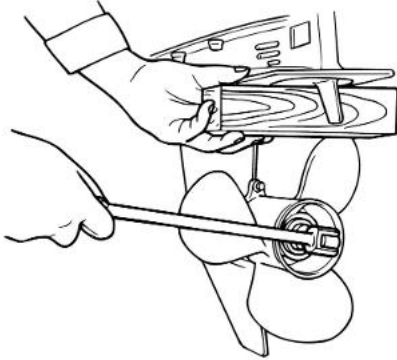

Рис. 50 Фиксация гребного винта
2. Поместите деревянный брусок между винтом и антикавитационной пластиной чтобы предотвратить вращение гребного винта (Рис. 50).
3. Чтобы предотвратить вращение гребного винта поместите деревянный брусок между винтом и антикавитационной пластиной (Рис. 50) и затяните гайку гребного винта.